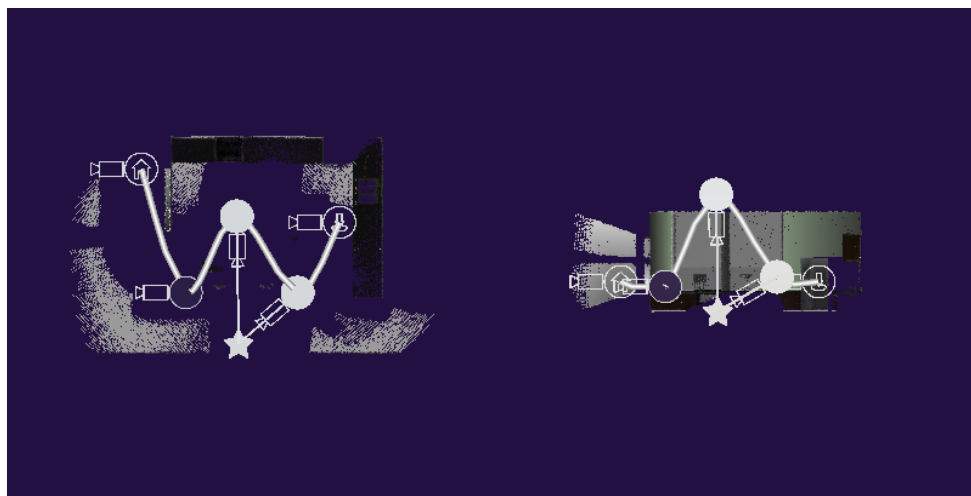

Figura 34. Selección para editar un punto de interés (PoI) al que la cámara está mirando a partir de una ruta trazada entre dos puntos clave consecutivos
- **Pol:** cualquier toque en la pantalla fija un Pol en esa posición. Por lo tanto, todos los PC seleccionados harán que el gimbal apunte a la posición del punto de interés. Ver Figura 34.